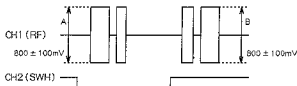

Fig. 4-9
- 1). Connect CH1 of the oscilloscope to TP1-1 (RF) and CH2 to TP11 (SWH).
- 3). Adjust trimmer resistor R24 so that levels A and B of the output waveform are $800 \pm 100 \text{ mV}$, as shown in Fig. 4-9. At this time, if the difference in output level between A and B is too great for both of them to fall within the standard range, match the higher to the standard value.
- 3). 図4-9のように、出力波形 (1.57MHz) A、Bのレベルが $800 \pm 100 \text{ mV}$ になるように半固定抵抗R24を調整する。このとき、A、Bの出力差が大きき規格値に入らない場合は、大きい方のレベルを規格値に合わせるように調整する。